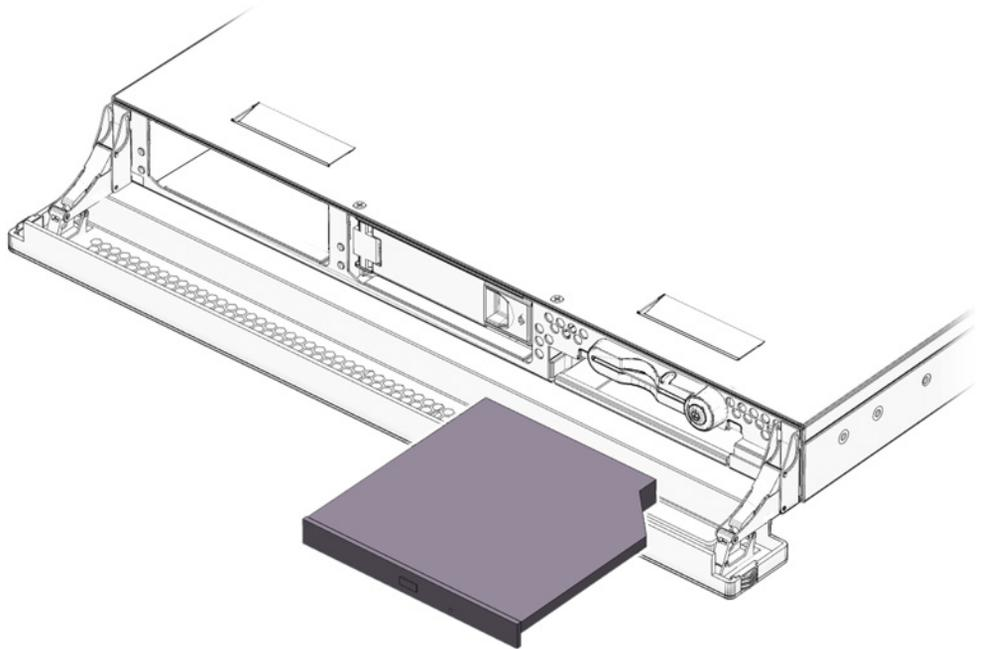

РИСУНОК 2-4 Снятие накопителя DVD
8. Освободите защелки, с помощью которых дисковод DVD крепится к шасси (РИСУНОК 2-4).